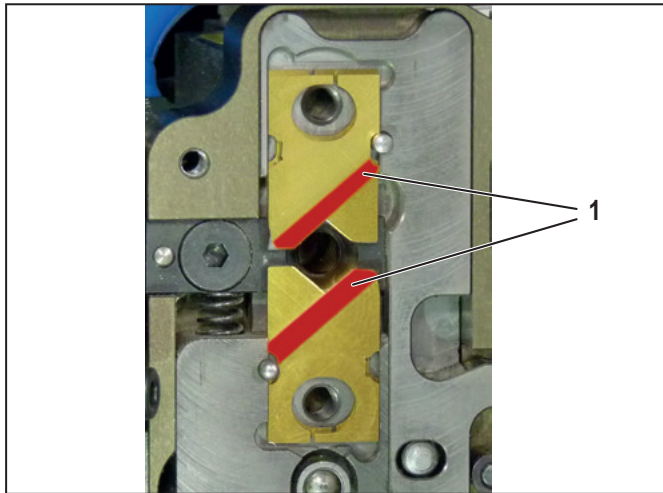

图8.2 插入新刀片
- ▶ 安装每对刀片，使斜切边缘点朝外 (在图 8.2 中以红色标记)。